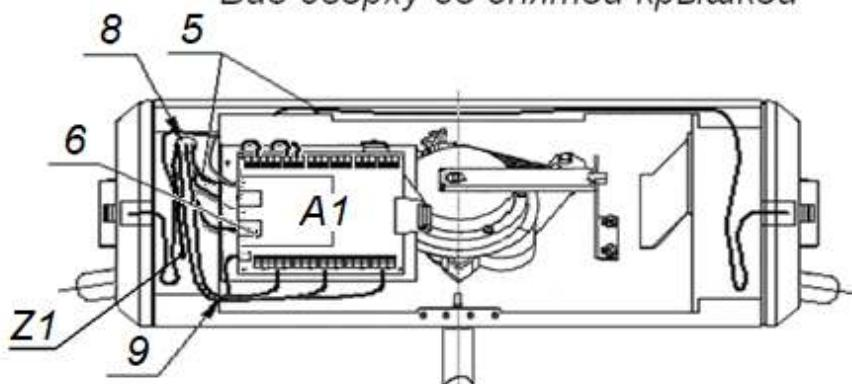

Рисунок 13. Схема прокладки кабелей в стойке ЭП
6. Подготовьте в полу отверстия под гильзы анкеров для крепления стойки ЭП. Установку и крепление стойки производите после прокладки всех кабелей в кабельном канале и внутри стойки. Схема прокладки кабелей в стойке и места расположения отверстий, в которые следует установить изоляционные втулки из комплекта поставки, показаны на рис. 13.
10. Протяните кабели внутри стойки. Рекомендуемое расположение кабелей при прокладке внутри стойки показано на рис. 13.
16. Выполните заземление стойки ЭП в соответствии с требованиями ПУЭ («Правила устройства электроустановок»). Контакт заземления **Z** находится под крышкой стойки (3), слева от плат контроллера (см. рис. 13).
17. Проверьте правильность и надежность всех электрических подключений. При помощи площадок самоклеящихся и стяжек неоткрывающихся из комплекта поставки закрепите все кабели. После подключения всех кабелей и закрепления стойки на полу установите на место крышку (3) (см. разд. 6). Закройте заглушками Ø30 мм из комплекта поставки четыре отверстия для анкерных болтов в основании (2) и вспомогательное отверстие для подводки кабелей в нижней части каркаса (1) (если оно не используется).
18. Для установки в рабочее положение преграждающих планок снимите с поворотного механизма крышку (6), отвернув винт M4×25. Отверните болт M8×30, установленный на преграждающей планке (5). Установите преграждающую планку в соответствующее посадочное место и зафиксируйте болтом. Под головку болта установите пружинную шайбу. Затяжка болтов должна обеспечивать надежную фиксацию преграждающей планки (без люфта). Повторите операции при установке остальных преграждающих планок. Установите на место крышку (6) согласно рекомендациям разд.6.